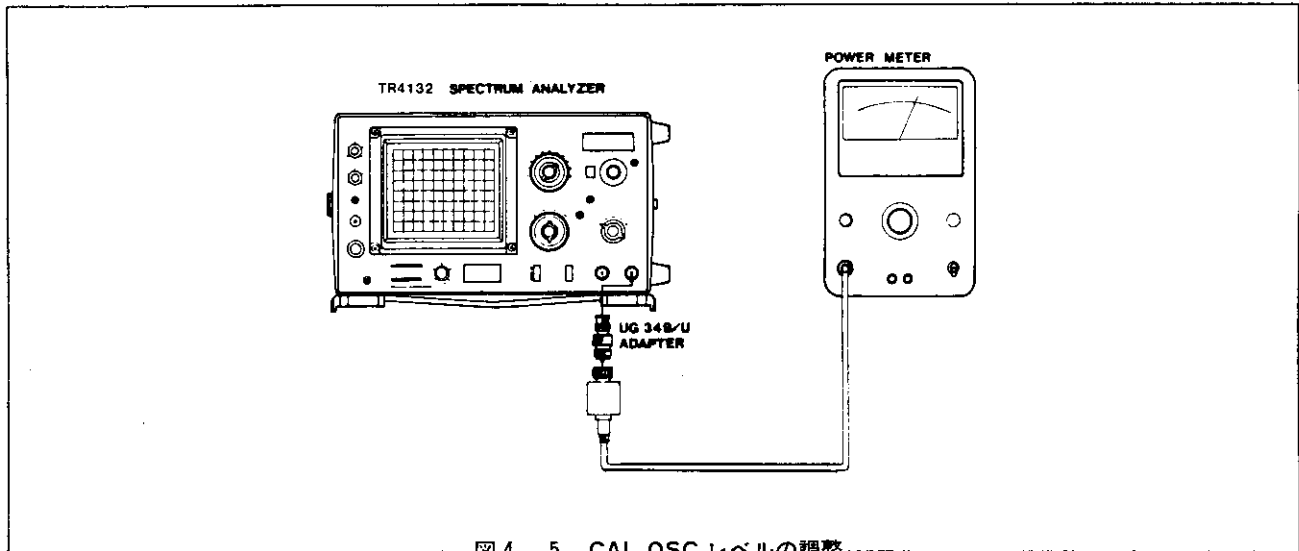

図4-5 CAL. OSC.レベルの調整
1. 本器の **CAL. OUT.** に高周波パワー・メータを接続し、レベルの測定をします。〔図4-5〕